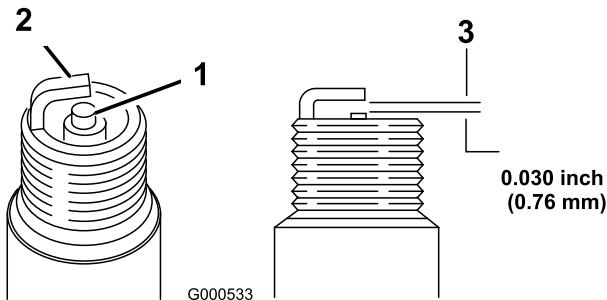

Figure 23
5. Réglez l'écartement des électrodes à 0,76 mm (0,030 po) (Figure 23).